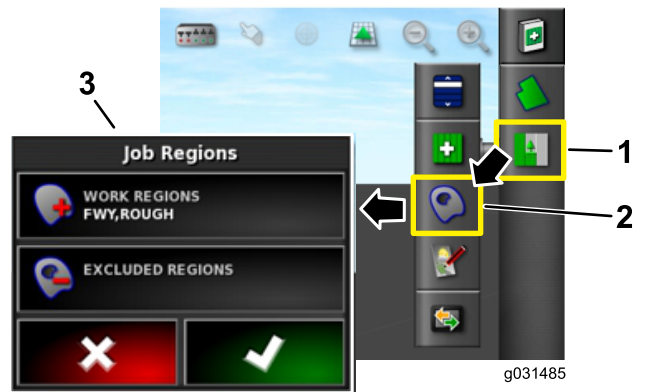

图12
- 选择您打算打药的工作区（例如球道、果岭、发球台等），如图12所示。
- 选择不打药的除外区域（沙坑、树木、障碍区等）（图12）。